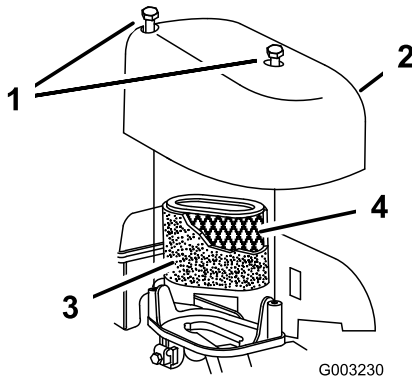

Figura 34
2. Retire los tornillos que fijan la tapa del filtro de aire (Figura 34).
4. Retire el prelimpiador de gomaespuma (Figura 34).
5. Retire el filtro de aire de papel (Figura 34) y deséchelo.